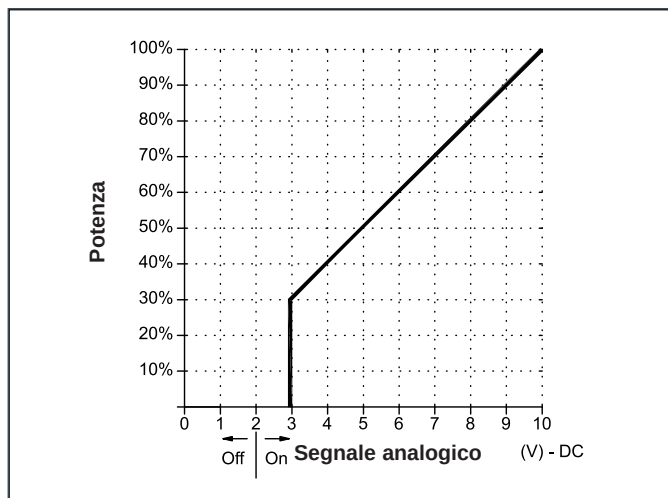

Fig. 25 Controllo della potenza tramite segnale analogico Gas 610 ECO (0-10 Volt)
**In base alla potenza (Gas 610 ECO)** (dal 30 al 100%). Impostare il valore [X] del parametro [A] d'impostazione del comando della caldaia su [5] (vedi fig. 25).